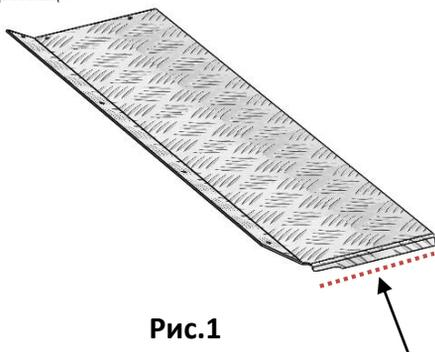

Рис.1
3. На отогнутый буртик задней кромки накладок на днище (со стороны заднего борта) суперклеем приклеить уплотнитель из комплекта монтажа (рис.1). Уплотнитель обрезать по месту.